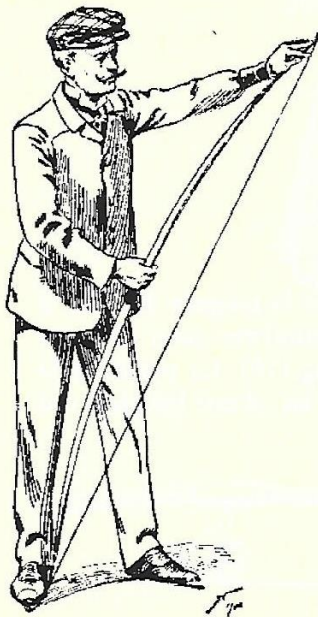

Fig. 118.
*Pour tendre l'arc :* Prendre de la main droite l'arc à la poignée, le dos de l'arc tourné à droite, du côté du corps ; écarter légèrement les jambes et placer l'extrémité de la branche inférieure de l'arc contre la voûte du pied droit ; faire glisser avec le pouce et l'index de la main gauche l'œillet de la corde le plus près possible de la coche du haut ; cela fait, tirer vers la droite avec la main droite la poignée, tandis que la paume de la main gauche exerce une pression de haut en bas sur la branche supérieure de façon à courber l'arc juste assez pour permettre à l'œillet que le pouce et l'index de la main gauche font glisser vers l'extrémité, d'arriver à se placer dans la coche (fig.118).